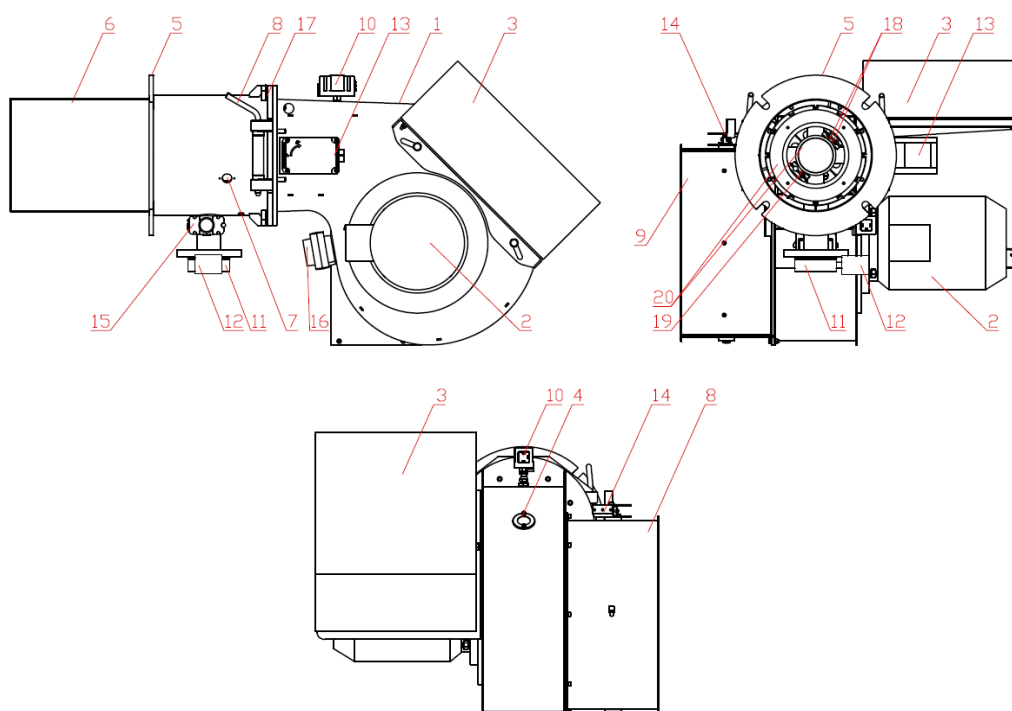

Рис.1. Общий вид устройства горелочного серии T-2.100 G.E.
1.3.1 Состав устройства горелочного серии T-2.100 G.E и размещение составных частей показаны на рис.1.